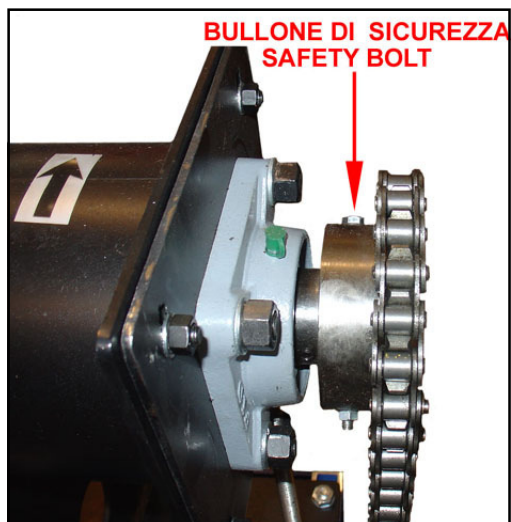

fig. 10.1
d) Remover el cárter pos.10 fig.3.4.1 y controlar que el perno de seguridad (fig.10.1) que fija el piñón del eje secundario no está roto.	d) En caso de rotación en vacío, el perno está roto. Llamar al SAT.